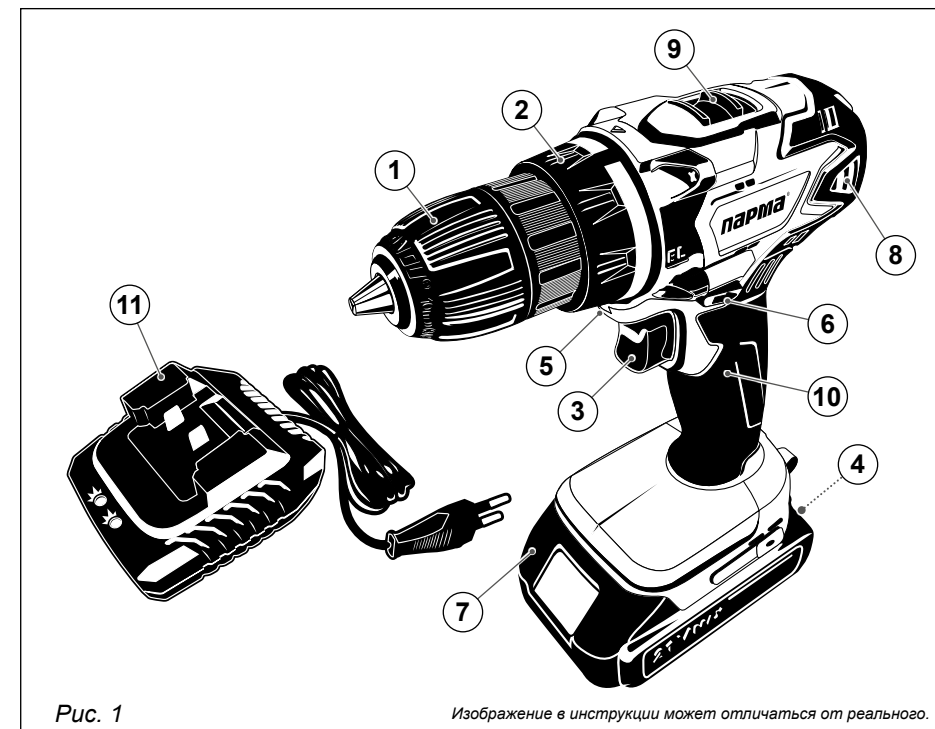

Рис. 1
2. ОСНОВНЫЕ ЭЛЕМЕНТЫ ШУРУПОВЕРТА (рис. 1)
Описание основных элементов шуруповерта (рис. 1):